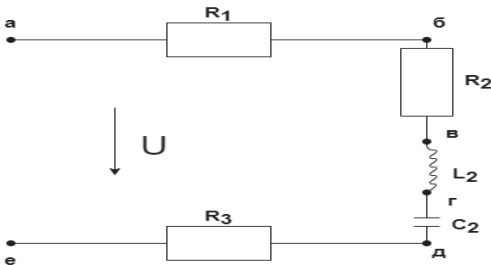

Рис. 29. Схема для решения задания №5
- 5) Рассчитать электрическую цепь синусоидального тока с последовательным соединением приёмников (рис. 29)